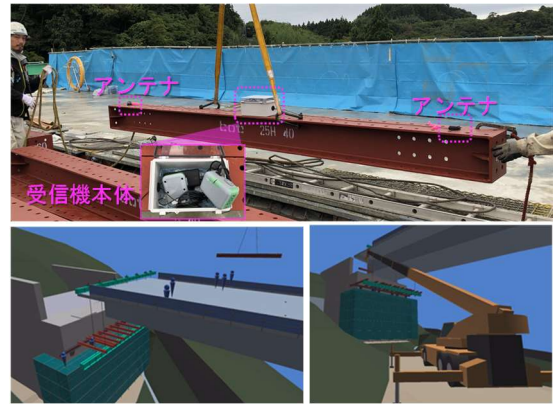

図 2 GNSS 測位機材 (上) 鋼材仮設時 3Dモデル (下)
① 架設鋼材の位置・姿勢管理 (RTK-GNSS) 図 2 参照